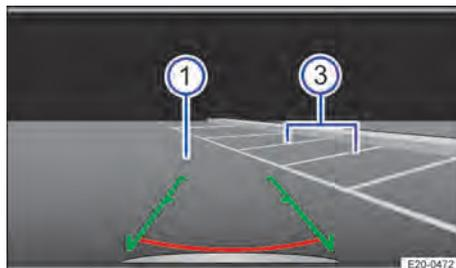

Fig. 110 Indicação na tela do sistema Infotainment: ir até a vaga de estacionamento escolhida. <
3. Conduzir para trás lentamente e virar de modo que as linhas laterais conduzam para a vaga de estacionamento selecionada ②. Nisso, as linhas devem coincidir assim com as linhas de delimitação laterais → Fig. 110 ③.